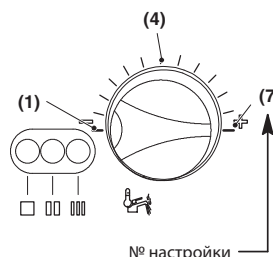

Рис. 40
- 6 Для отображения установленной настройки нажмите и удерживайте около 5 секунд кнопку сброса 9 Рис. 5. Индикаторы мигнут количество раз, равное числу, указанному с боковой стороны описания настройки режима (№ настройки) (Рис. 40).
- 7 Чтобы изменить настройку, поверните регулятор температуры горячего водоснабжения **в положение (7), как показано на Рис. 40**, при этом индикатор блокировки 8 на Рис. 5 будет быстро мигать.